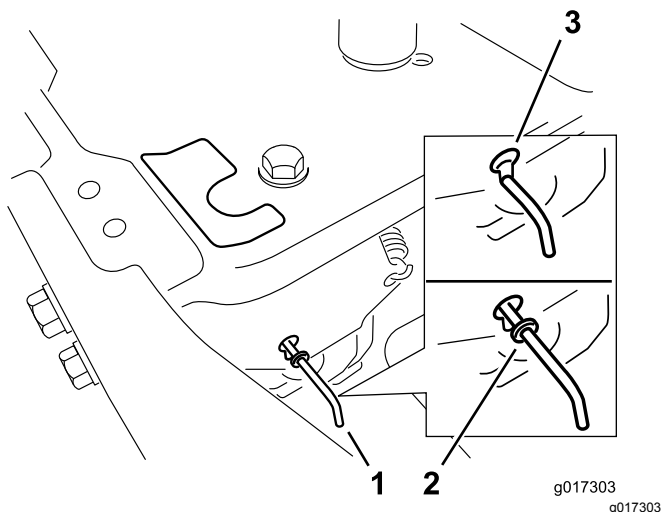

Figure 24
- Déplacez les leviers de dérivation en avant dans l'encoche en trou de serrure, puis vers le bas pour les verrouiller en position (Figure 24).
Déplacez les leviers de dérivation en arrière dans l'encoche en trou de serrure, puis vers le bas pour les verrouiller en position, comme montré à la Figure 24.